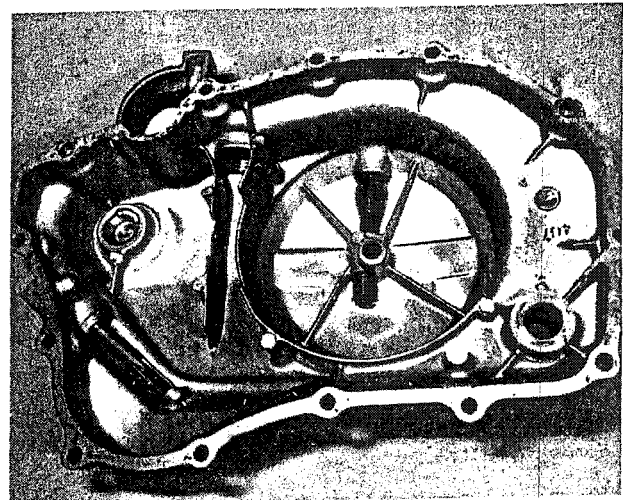

Bild 139
- Eine neue Dichtung auf die Dichtfläche des Kurbelgehäuses auflegen; sie wird von den Passbüchsen festgehalten. Den Primärtriebsdeckel ansetzen und vorsichtig anklopfen (Bild 139). Beim Ansetzen des Deckels darauf achten, dass die Kerbverzahnung der Kickstarterwelle die Lippe des Dichtringes nicht verletzt. Die Befestigungsschrauben einsetzen und kreuzweise in gleichmässigen Stufen festziehen.